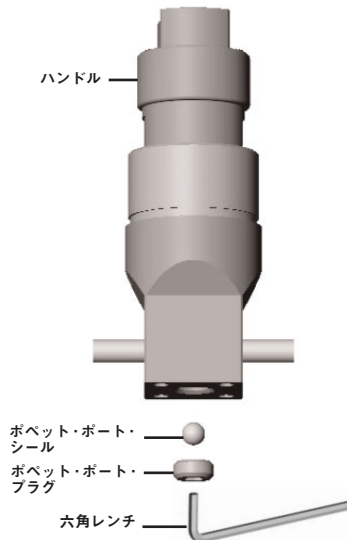

図 1
2. 3/16 インチ六角レンチを用いて、レギュレーターの底部からボペット・ポート・プラグを取り外します(図 1)。
3. ボペット・ポート・シールをレギュレーターの底部から取り外し、廃棄します(図 1)。